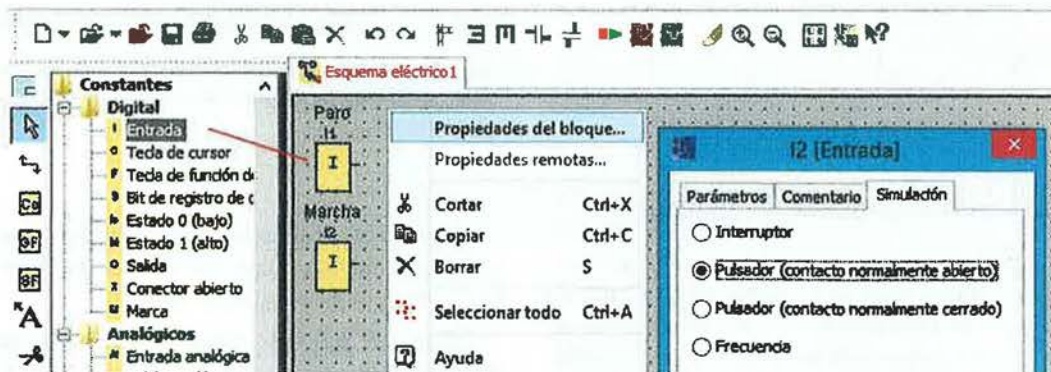

Figura 11.27. Configuración de las entradas.
De los conectores, se selecciona la entrada (I) y se lleva a la plataforma de programación. Con el botón derecho, se entra en las propiedades y se configura el pulsador de paro como normalmente cerrado (Figura 11.27).
Con el pulsador de marcha (S2-I2) se procede igual pero se configura como contacto normalmente abierto. En la pestaña de comentario se puede añadir algún texto que ayude a identificar la entrada (Figura 11.27).